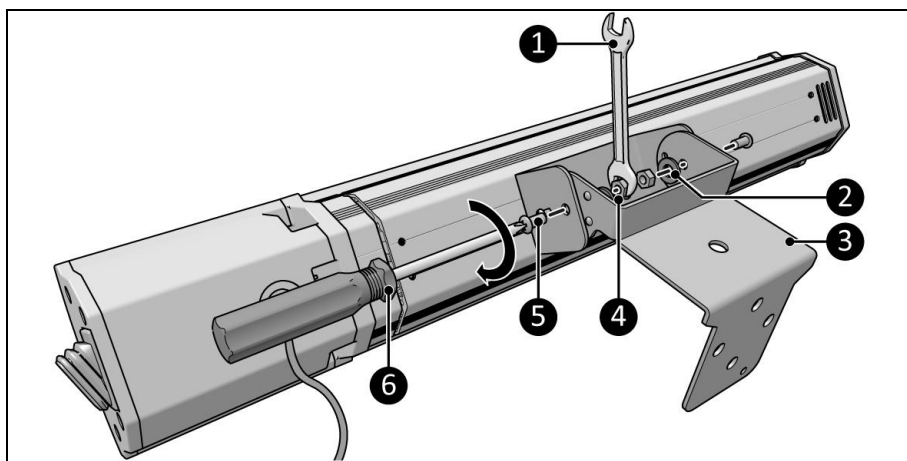

Figure 6
1. Posez la partie principale sur une surface stable (figure 6).
2. Placez la platine de suspension (figure 6, pos. 3) entre le support de l'appareil.
3. Vissez et serrez les deux côtés en utilisant les grandes vis (figure 6, pos. 5), les rondelles (figure 6, pos. 2) et les écrous (figure 6, pos. 4).